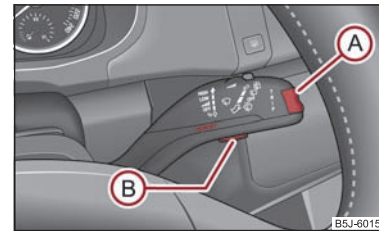

Fig. 19 Indicatorul multifuncțional:
- Apăsăți tasta **(B)** ⇒ pagina 21, fig. 19. Pe afișajul informativ* se afișează **Speed warning 50 km/h (Avertizare la 50 km/h)**. Puteți adapta această valoare cu ajutorul tastei **(A)**, selectând o valoare mai ridicată, respectiv mai scăzută.
Dacă veți depăși această limită de viteză, pe display se va afișa **Speed 50 km/h exceeded (Depășire viteză 50 km/h)**. Acest text se menține afișat până când reduceți viteza sub limita reglată, sau dezactivați textul de la tasta **(B)** ⇒ pagina 21, fig. 19.